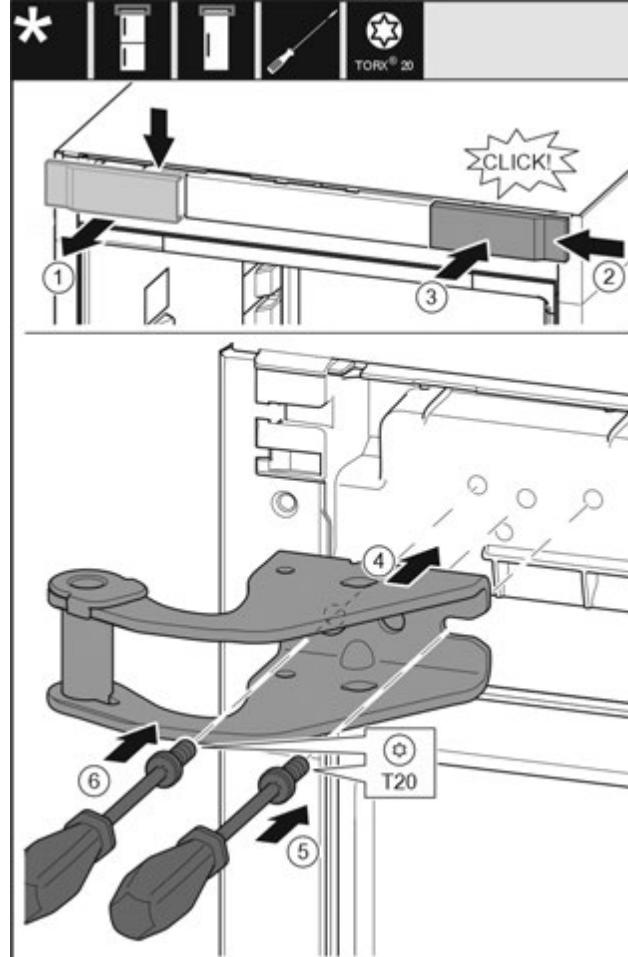

Fig. 31
- ▶ Зніміть кришку вгорі вперед. Fig. 31 (1)
- ▶ Почепіть кришку, що повернута на 180°, з іншого боку праворуч. Fig. 31 (2)
- ▶ Зафіксуйте кришку. Fig. 31 (3)
- ▶ Встановіть верхній опорний кронштейн. Fig. 31 (4)
- ▶ Встановіть та закрутіть гвинт за допомогою викрутки T20. Fig. 31 (5)
- ▶ Встановіть та закрутіть гвинт за допомогою викрутки T20. Fig. 31 (6)